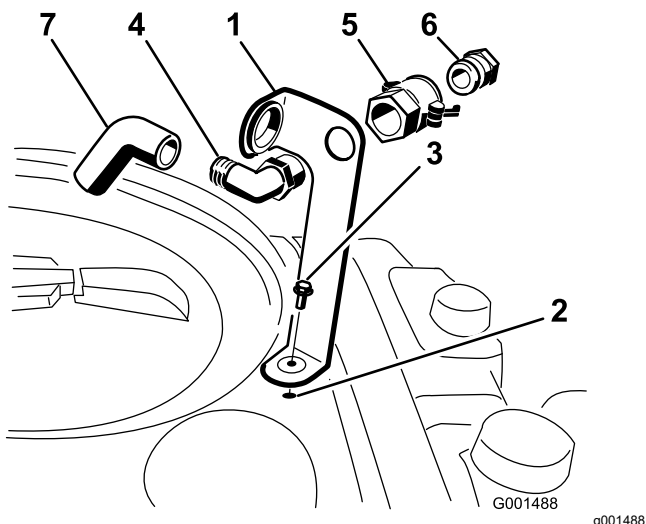

图 3
1. 如图3所示将加水口插口支架放在药缸的螺纹孔上方用凸缘头螺栓5/16 x ¾ 英寸固定。
2. 将90°弯头的螺纹端穿过支架拧上快速接头固定至支架上如图3。
3. 将软管适配器装入快速接头如图3。
4. 将适配器锁定到位将手柄旋向适配器然后用发卡销固定如图3。
5. 将防虹吸软管穿过支架上的大开口然后插入到90°弯头的宝塔接头上如图3。